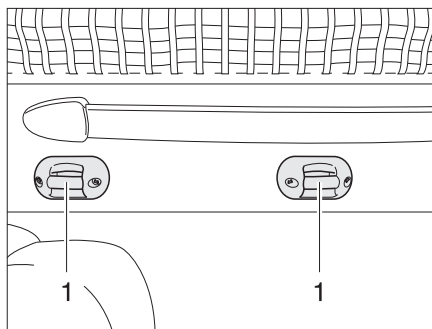

Fig. 166 Soporte escalera de ascenso
- Enganchar la escalera de ascenso a las grapas (Fig. 166,1) de la cama elevada con los dos ganchos.